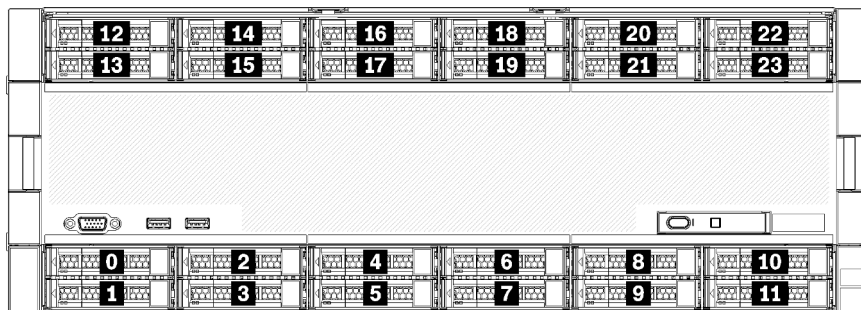

Figure 11. Emplacements des baies d'unité
- Les deux unités supérieures prennent en charge les interfaces SAS, SATA ou NVMe (Lenovo, AnyBay). Le serveur peut prendre en charge jusqu'à 12 unités NVMe, selon la configuration du serveur. Les baies d'unité NVMe compatibles sont les baies paires, comme illustré dans Figure 11 « Emplacements des baies d'unité » à la page 24.